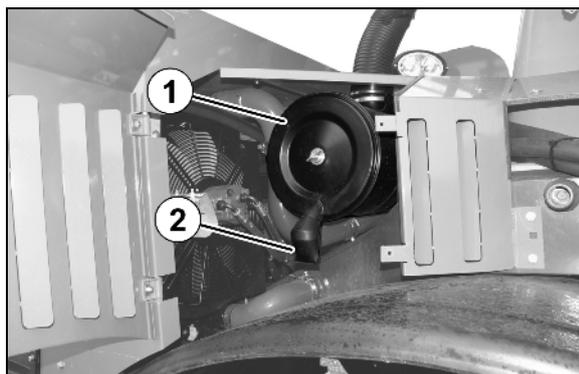

Fig. 145
- Staubaustrageventil (Fig. 145/4) durch Zusammendrücken des Austrageschlitzes entleeren.